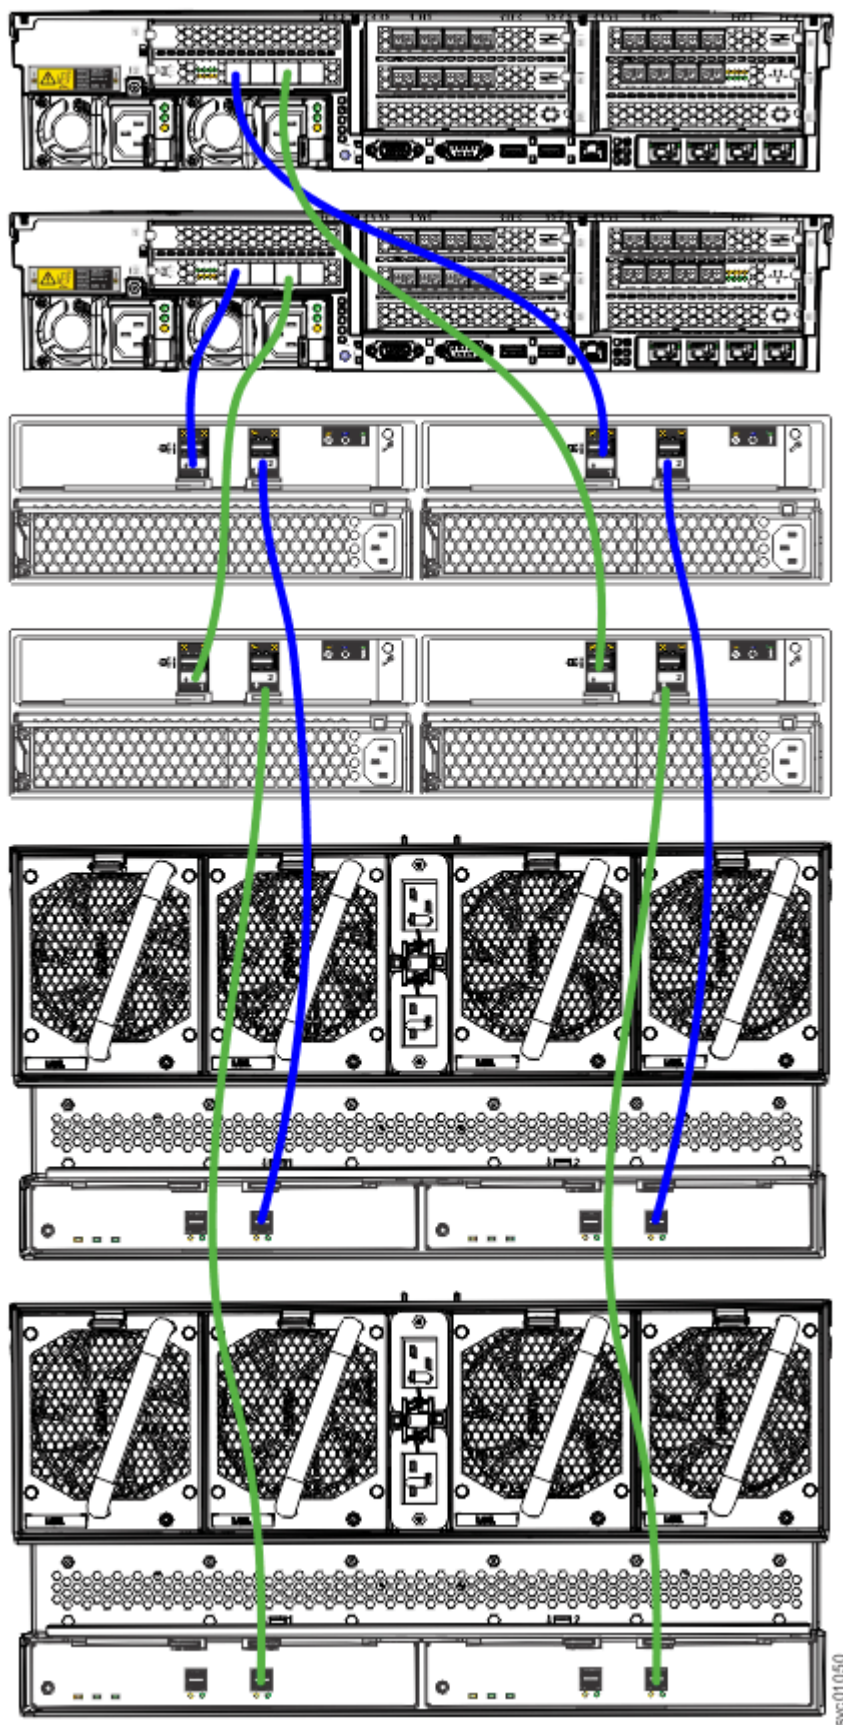

Рисунок 136. Подключение кабелей SAS
1. Подключите кабели, как показано на Рисунок 136 на стр. 121.
Прим.: На Рисунок 136 на стр. 121 показаны кабельные соединения между корпусами SAS и корпусом каждого узла. Здесь не предполагается какого-либо обязательного порядка корпусов
Как показано на Рисунок 136 на стр. 121, корпуса расширения 2U (на 12 накопителей и 24 накопителя) можно объединять с корпусами расширения 5U в цепочку SAS. Ограничительным фактором является совокупный *вес цепочки* различных компонентов. Максимальный вес цепочки SAS, которую можно подключить к порту SAS, составляет 10:
| 1 | 1 | 1 | 4,5 (см. Рисунок 136 на стр. 121) |